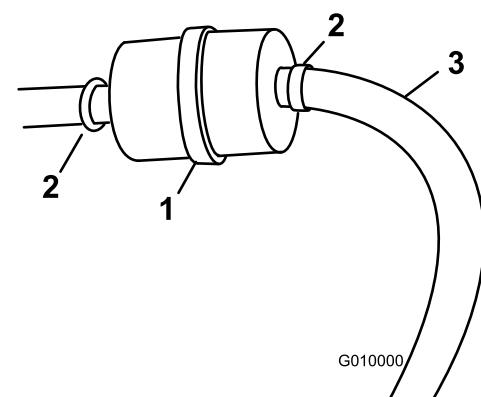

Figura 52
5. Instale un filtro nuevo y apriete las abrazaderas (Figura 52).
3. Afloje la abrazadera cerca del filtro de combustible y deslícela por el tubo, alejándola del filtro de combustible (Figura 52).
4. Desconecte el tubo de combustible del filtro de combustible (Figura 52).
Nota: Deje fluir la gasolina a una lata u otro recipiente apropiado (Figura 52).
5. Instale el tubo de combustible en el filtro de combustible. Acerque la abrazadera al filtro de combustible para fijar el tubo de combustible (Figura 52).